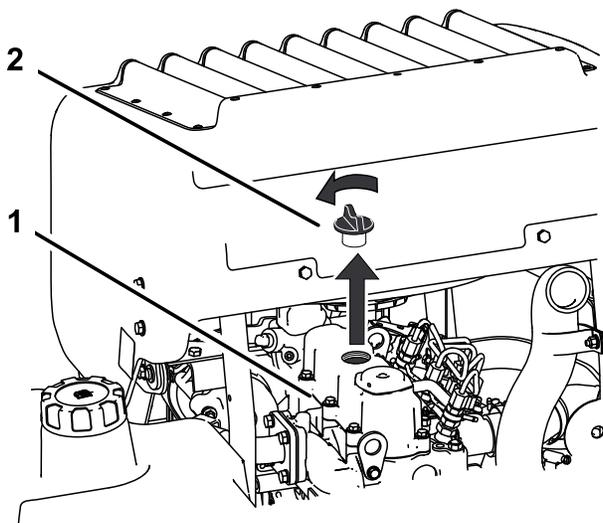

Figura 62
6. Togliete il tappo di riempimento dell'olio da sopra il motore (Figura 62),
2. Rimuovete il tappo dell'olio e l'asta di livello (Figura 62).